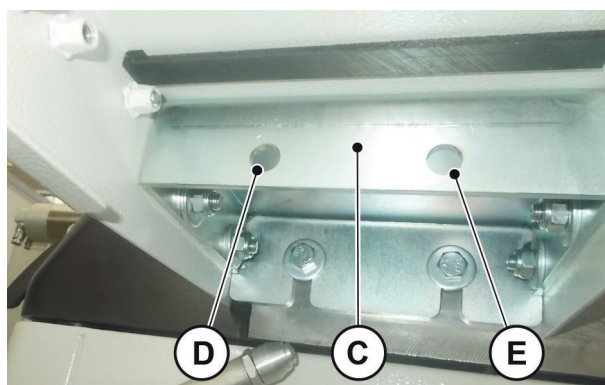

Fig. 05-06
- Accrocher et fixer le convoyeur à rouleaux à la tôle "C" (Fig. 05-06) avec les vis de fixation placées en correspondance des trous "D" et "E" (Fig. 05-06).